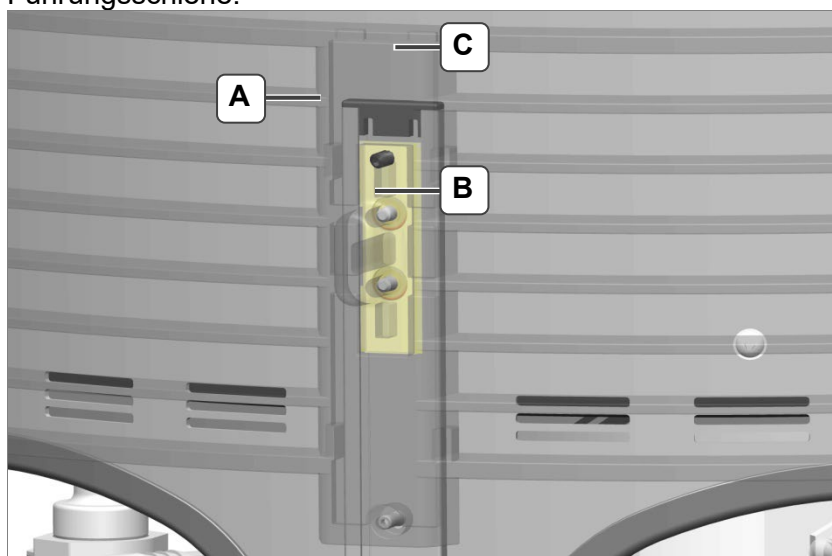

Abb. 4.2.1 Führungsmechanismus Schutzgitter
1. Führen Sie die beiden Schutzgitter mit dem Schlitten (*Abb. 4.2.1.B*) jeweils von oben in die Führungsschienen ein.
2. Schrauben Sie die Madenschrauben (*Abb. 4.2.1.A*) an den oberen Enden der Führungsschienen ca. 2 Umdrehungen heraus.
3. Stecken Sie den Kunststoffstopfen (*Abb. 4.2.1.C*) auf die Führungsschiene.